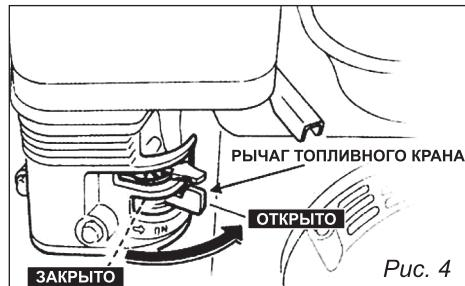

Рис. 4
- Переведите рычаг топливного крана в положение **ОТКРЫТО** (рис. 4).